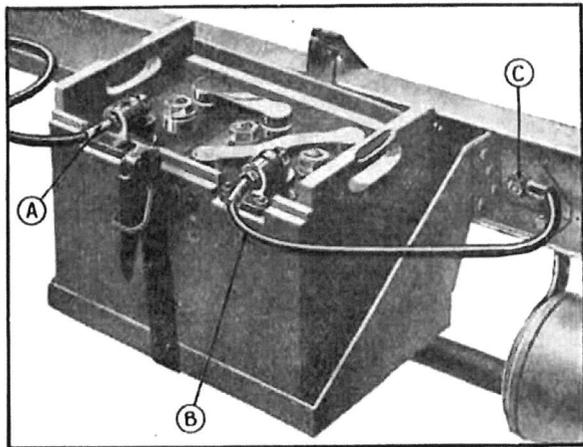

Fig. 362 — Batterie d'accumulateurs.
- 1—Débrancher de la batterie borne (—), le câble électrique (b) à remplacer (fig. 362).